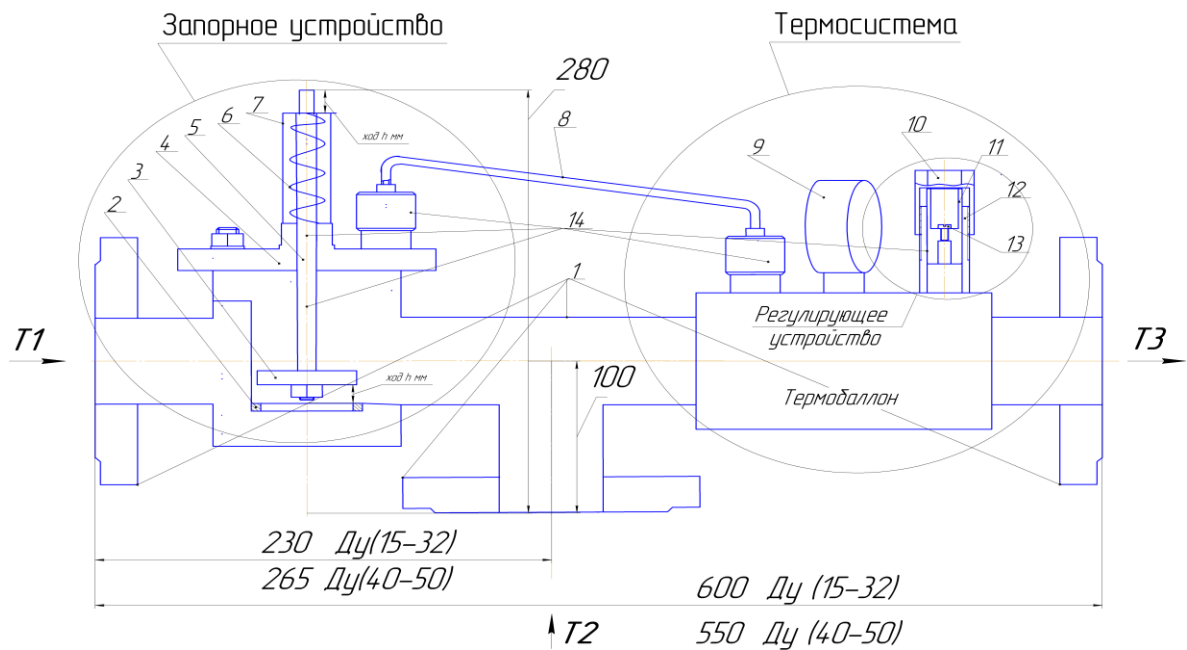

Рис. 1
4.2. Регулятор состоит из двух конструктивных узлов: запорного устройства (клапана) и термосистемы (рис.1.).
6.6. При необходимости снижения температуры воды ГВС (Т3) завернуть регулировочную гайку 15 (рис. 1) на 3-4 оборота. Через 3-5 минут проверить показания термометра ТР3 на трубопроводе Т3. При необходимости продолжить заворачивать гайку с указанным временным интервалом до достижения необходимой температуры.